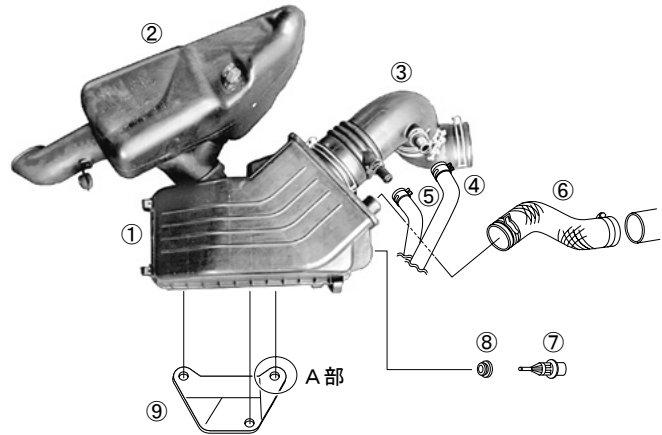

図 2
- (3) サクションホースからベンチレーションホース・バキュームホースを取外してください。(図1、図2)
- (4) エアクリーナケースアッセンブリ・レゾネータ・サクションホースを取外してください。(図2)
- (5) エアバイパスバルブからエアバイパスバルブリターンホースを取外してください。(図2)
- ① エアクリーナケース
- (6) ベンチレーションホース・バキュームホースを取付けてください。(図 2、図 8)